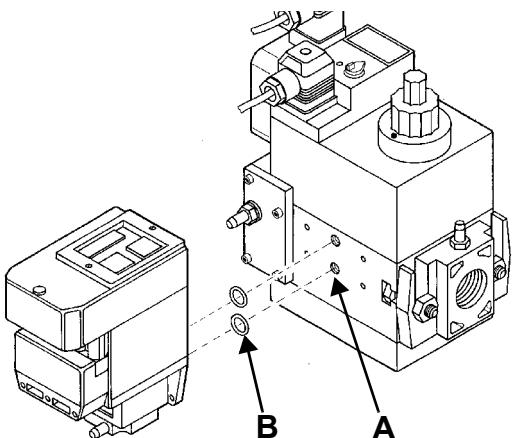
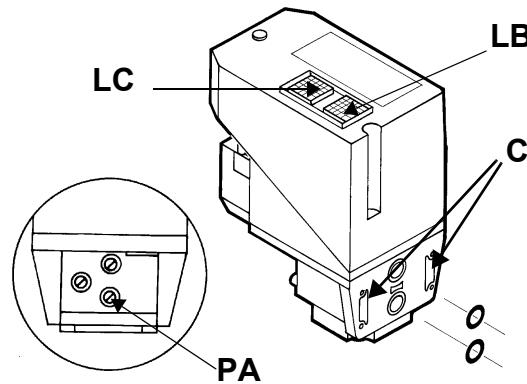

Рис. 17
Рис. 18
- 3). снять крепежные винты группы Multibloc (Рис. 17-А)
- 4). вставить уплотнительные кольца (10,5x2,25) в VPS 504 (Рис. 18-В, Рис. 17-В)
- 5). закрутить 4 винта блока контроля герметичности (M4x16) Рис. 17-С.
Для проверки работы, подсоедините манометр к штуцеру для отбора давления PA (Рис. 18). Если проверка завершилась положительно, через несколько секунд зажигается жёлтая лампочка LC (желтая). В противном случае загорается красная лампочка блокировки LB. (красная). Чтобы перезапустить горелку, необходимо разблокировать блок управления нажатием на светящуюся кнопку LB.